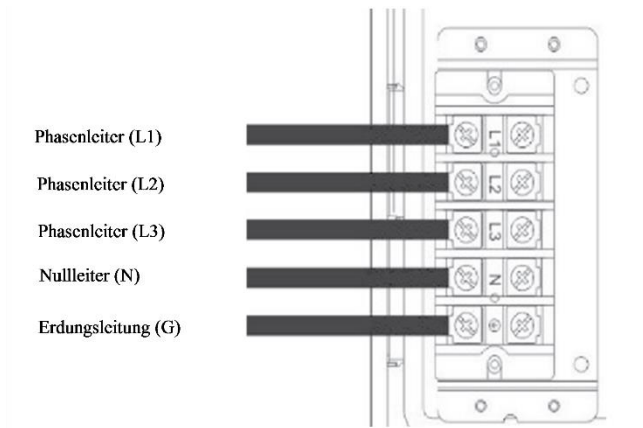

Abbildung 9. Anschluss des Gerätes
- Schließen Sie den Elektrokessel unter strikter Beachtung des Anschlussschemas (Abbildung 9) an das Stromnetz an.
- Abbildung 9 zeigt ein Schema für den Anschluss des Netzkabels an die Klemmleiste.
- Die Verbindung L1-L2-L3-N-G von oben nach unten, wie in Abbildung 9 dargestellt.